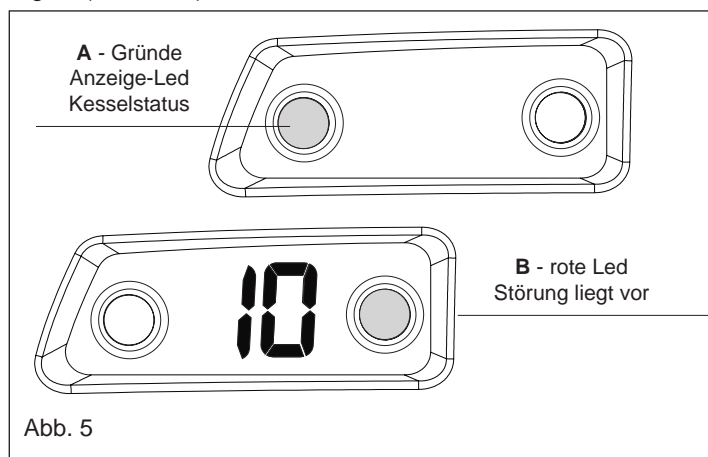

Abb. 5
- Liefert eine Wärmeanfrage vor, springt der Kessel an und die Flamme wird gezündet und die Leuchtanzeige erscheint durchgehend grün (A - Abb. 5).
Sollten Störungen beim Einschalten oder Betrieb auftreten, führt der Kessel eine "Sicherheitsabschaltung" durch: auf der Steuertafel schaltet sich die grüne Led aus, das Display zeigt einen blinkenden Störungscode an und im Fall der Störabschaltung schaltet sich auch die rote Led ein (B - Abb. 5).